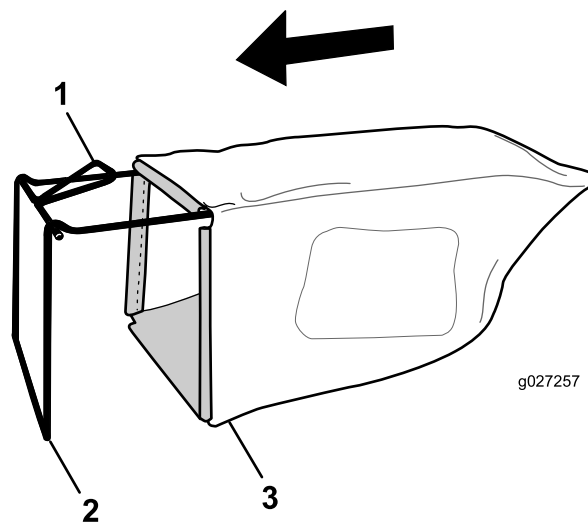

Рисунок 9
- Установите травосборник на раму, как показано на Рисунок 9.
Примечание: Не надевайте травосборник на ручку (Рисунок 9).